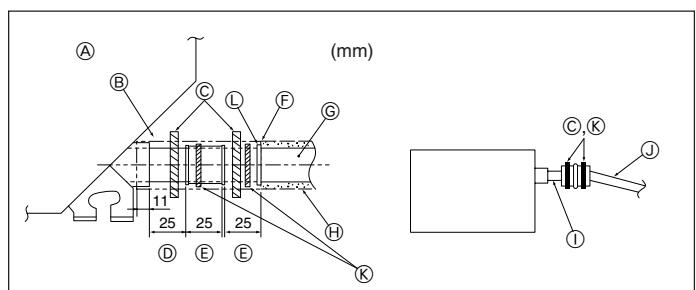

Fig. 3-5
- ⑥ PVC BUIS met een buitendiameter van ø32
- ⑦ Maak de bocht zo groot mogelijk
- ⑧ Binnenapparaat
- ⑨ Gebruik dikker leidingen voor gegroepeerd leidingwerk.
- ⑩ Naar beneden lopend verval (1/100 of meer)
- ⑪ PVC BUIS met een buitendiameter van ø38 voor gegroepeerd leidingwerk. (met tenminste 9 mm isolatie erop)
- ⑫ Tot 85 cm
1. Sluit de aftapbus (meegeleverd met het apparaat) aan op de afvoeropening. (Fig. 3-5)